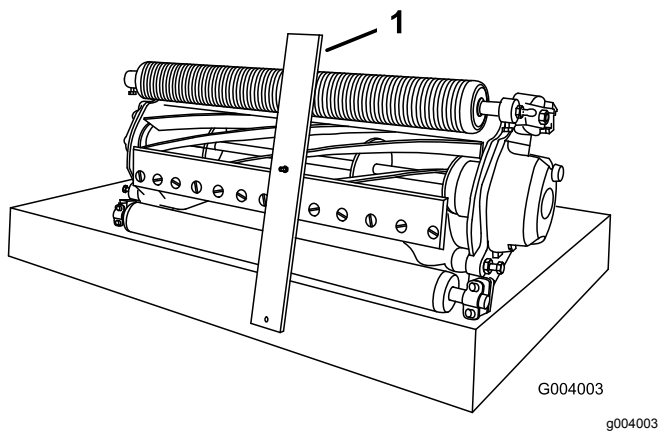

Figura 16
2. Enganche la cabeza del perno del indicador de altura de corte sobre el lado derecho del filo de corte de la contracuchilla y apoye el extremo trasero de la barra sobre la parte trasera del rodillo (Figura 16).